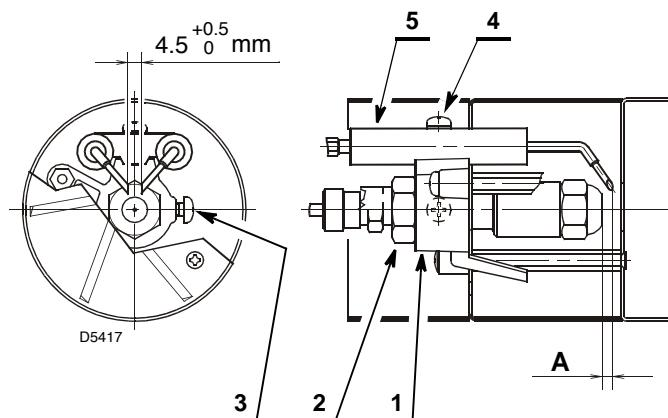

Abb. 18
- Den Stauscheibenhalter 1) (Abb. 18) auf den Düsenstock 2) legen und mit der Schraube 3) fixieren.
- Die Kabel 1) von den Elektroden abziehen, die Schraube 3) (Abb. 18) lockern und die Stauscheibenhalterung 6) aus dem Düsenstock 5) ziehen.